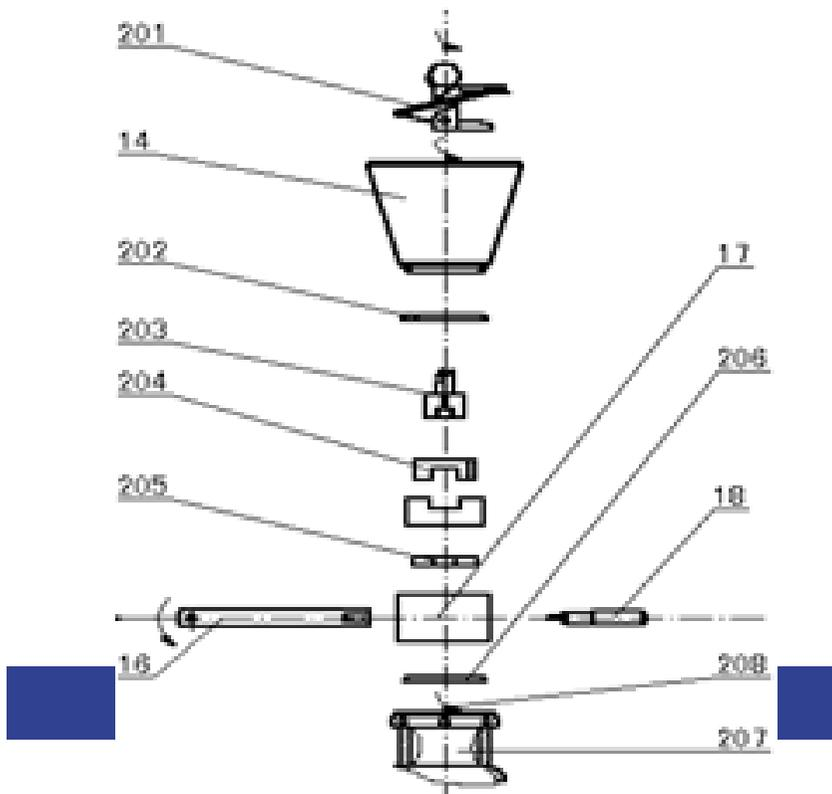

Рис.11
- Снимите все детали, применяемые для подачи фарша, в порядке, указанном на Рис. 11, промойте их в тёплой воде с моющим средством, ополосните, просушите, смажьте пищевым маслом, жиром.